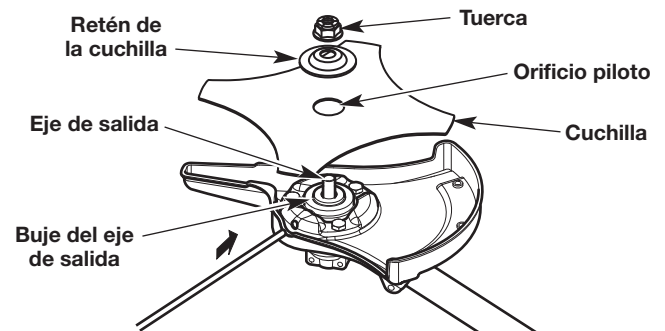

Fig. 30
4. Mientras sostiene la varilla de seguridad en su lugar, coloque la cuchilla sobre el alojamiento del eje de salida (Fig. 30).
**ADVERTENCIA:** Para evitar lesiones personales graves, asegúrese de que el orificio piloto de la cuchilla se asiente de forma plana contra el casquillo del eje de salida (Fig. 30). La unidad vibrará y la cuchilla se puede desprender si la cuchilla no está centrada.
5. Coloque la retención de la cuchilla sobre el eje de salida con la superficie plana contra la cuchilla (Fig. 30).
6. Atornille la tuerca sobre el eje de salida (Fig. 30).